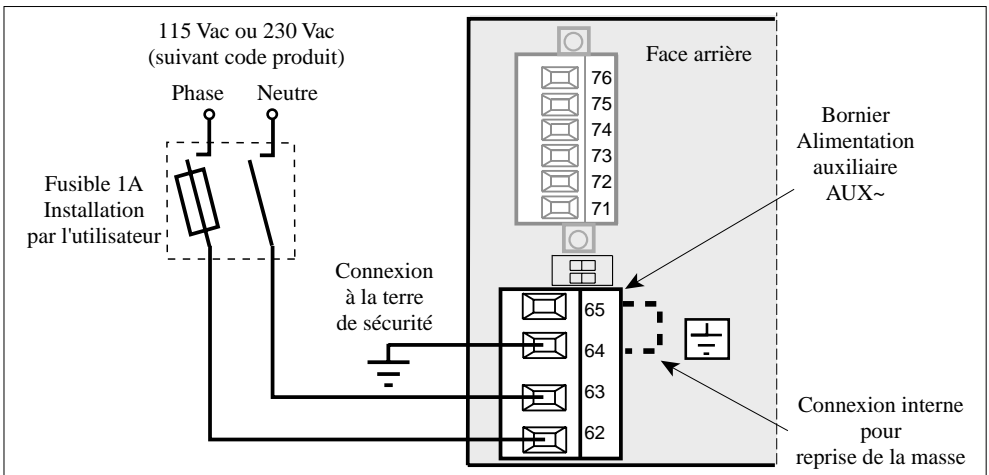

Figure 2-5 Branchement de la terre de sécurité et de l'alimentation auxiliaire
La **terre de sécurité** est branchée sur la borne **64 (PE)** comme présenté sur la figure 2-5.
La connexion de l'alimentation de l'unité doit être effectuée sur le bornier **AUX~** comme présenté sur la figure 2-5.